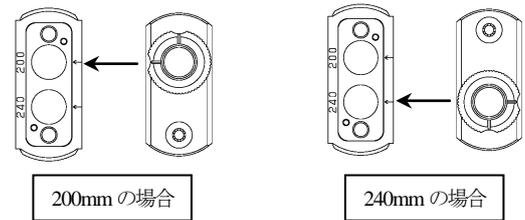
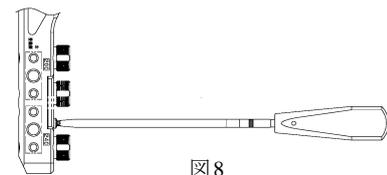

図7
図8
- 3) 200/240mm用のTDの時は、200mmの場合はセレクトアスリーブを200のマークへ、240mmの場合はセレクトアスリーブを240のマークへ合わせて本体へ挿入し、上腕NコーティカルSWドライバーを用いて固定ネジで200/240mm用のTDに固定します。(図7)(図8)(あらかじめ200mmの位置でセットされています。)